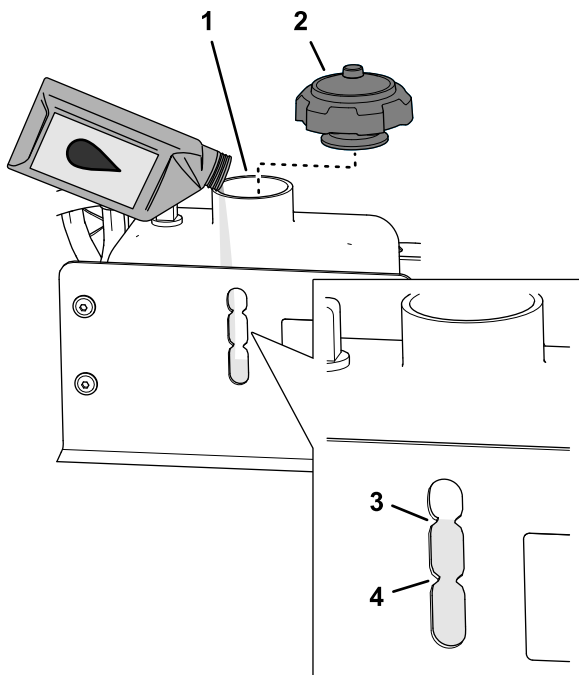

Figura 99
- Compruebe el nivel de fluido hidráulico del depósito (Figura 99).
- A. Retire el tapón (Figura 99).
- B. Añada fluido hidráulico del tipo especificado hasta que llegue a la marca Lleno de la mirilla del nivel de fluido hidráulico (Figura 99); consulte Especificación del fluido hidráulico (página 71).
- C. Instale el tapón (Figura 99).